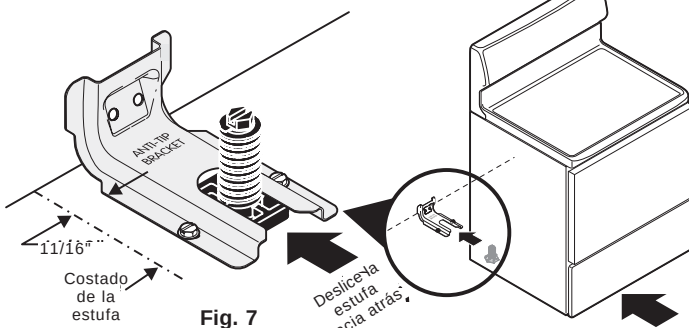

Fig. 7
1c. Nivele y ubique la estufa - Nivele la estufa ajustando los cuatro (4) tornillos niveladores con una llave. **NOTA:** Se debe dejar un espacio libre mínimo de 1/8" entre la parte inferior de la estufa y los tornillos niveladores a fin de dejar espacio para instalar el soporte. Use un nivel de burbuja de aire para verificar los ajustes. Deslice la estufa de nuevo a su lugar (Ver Fig. 7). Verifique visualmente si el tornillo nivelador trasero está insertado y firmemente asegurado por el soporte antivuelco retirando el panel inferior o la gaveta de almacenamiento. Para los modelos con una gaveta calentadora o compartimiento asador, sujete la estufa desde el borde superior trasero y trate de inclinarla hacia adelante cuidadosamente.